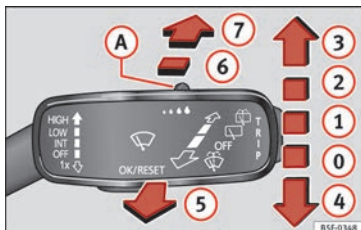

Abb. 140 Scheibenwischerhebel
- Möchten Sie die Frontscheibe **nur kurz** wischen, drücken Sie den Hebel nach unten in die Position ④ » Abb. 140.
- Bewegen Sie den Hebel nach oben in Stellung ① » Abb. 140.
- Mit Schalter ① Wisch-Intervalldauer oder Empfindlichkeit des Regensensors einstellen.
- Bewegen Sie den Hebel nach oben in Stellung ② » Abb. 140.
- Bewegen Sie den Hebel nach oben in Stellung ③ » Abb. 140.
- Ziehen Sie den Hebel zum Lenkrad, Position ⑤ » Abb. 140, um die Scheibenwisch- und Waschanlage einzuschalten.
- Drücken Sie den Hebel nach vorne in die Position ⑥ » Abb. 140, der Heckscheibenwischer wischt alle 6 Sekunden.
- Drücken Sie den Hebel ganz nach vorn in die Position ⑦ » Abb. 140, die Waschan-
- Bewegen Sie den Hebel in die Position ① » Abb. 140.
Wenn bei eingeschaltetem Abblend- oder Fernlicht der Hebel in die Stellung ⑤ » Abb. 140 bewegt wird, aktiviert sich kurzzeitig die Scheinwerferreinigungsanlage. Die